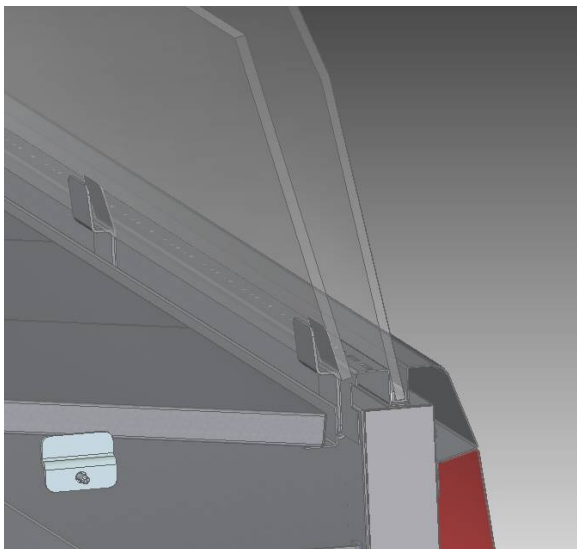

Рисунок 2
3. Для витрин ВПСН установить экран в паз между воздухозаборником и экспозиционными полками внутри рабочего объема витрины (см.рис.2). Для витрин ВПН устанавливается стеклопакет.
Панель управления представлена на рис.2.
Внутреннее освещение витрины обеспечивается специальной светодиодной лампой, отличающейся низким выделением тепла, экономным потреблением электроэнергии и повышенной яркостью. Выключатель света находится на пульте управления (поз.7 рис.2).